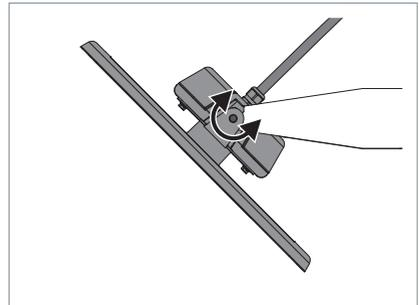

Fig. 12: Leuchte ausrichten.
- ▶ Richten Sie die Leuchte aus und ziehen Sie die zwei Schrauben an den Haltewinkeln fest, siehe Fig. 12.